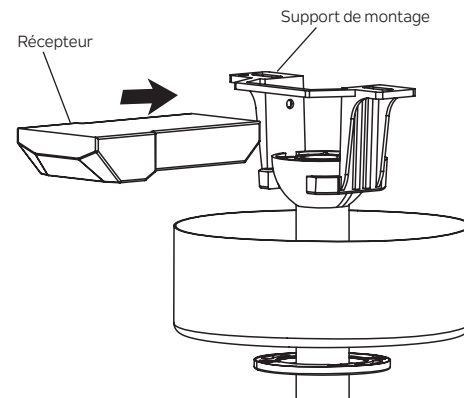

Fig. 15
Étape 1. Insérez le récepteur dans le support de montage au plafond, le côté plat du récepteur orienté vers le plafond. (Fig. 15)